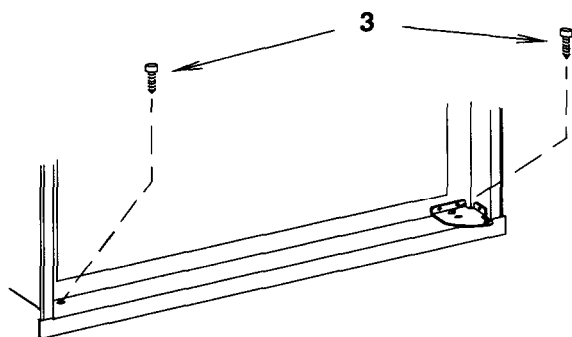

FIG. 4
2. Une fois que la baguette inferieure est **glissée** sous la charniere, la faire pivoter comme indique sur la Fig. 4.